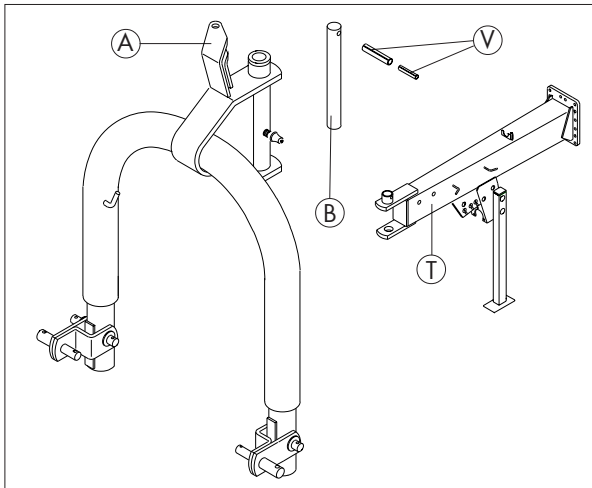

Fig. 3-4
Monter l'attelage pour le porte-outil (A) sur le support latéral (T) en utilisant le goujon (B) et les deux goupilles de serrage (V) (fig. 3-4). Utiliser le contenu du sac U pour ces travaux.